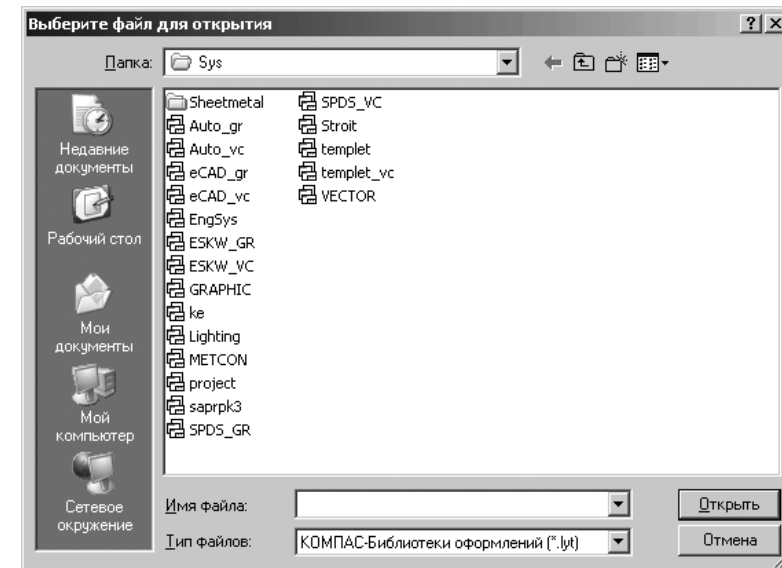

Рис. 10.6. Диалоговое окно **Выберите файл для открытия**
- щелкните по кнопке **Библиотеки**. Появится диалоговое окно **Выберите файл для открытия**, показанное на рис. 10.6;
- щелкните в диалоговом окне **Оформление** по кнопке **Библиотеки**. Появится диалоговое окно **Выберите файл для открытия** (см. рис. 10.6);
- щелкните по кнопке **Библиотеки**. Появится диалоговое окно **Выберите файл для открытия** (см. рис. 10.6).